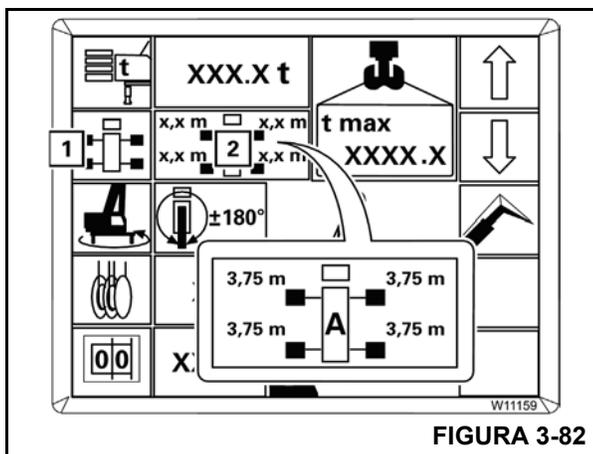

**FIGURA 3-81**
1. Presione el botón (4, Figura 3-81) repetidamente hasta que el símbolo de la entrada requerida se torne de color verde.